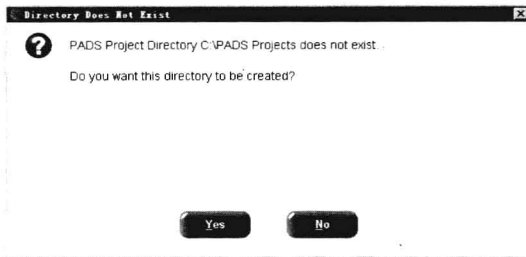

图 1-13 “Directory Does Not Exist”对话框
⑤ 这是软件默认的安装路径，可以在“Default project path”栏直接输入存放 PADS Projects 的路径，也可以通过单击 **Browse...** 按钮进行选择。这里单击 **Next >>** 按钮，使用默认的安装路径。因为设置的路径还不存在，系统会弹出对话框，询问用户是否创建，如图 1-13 所示。